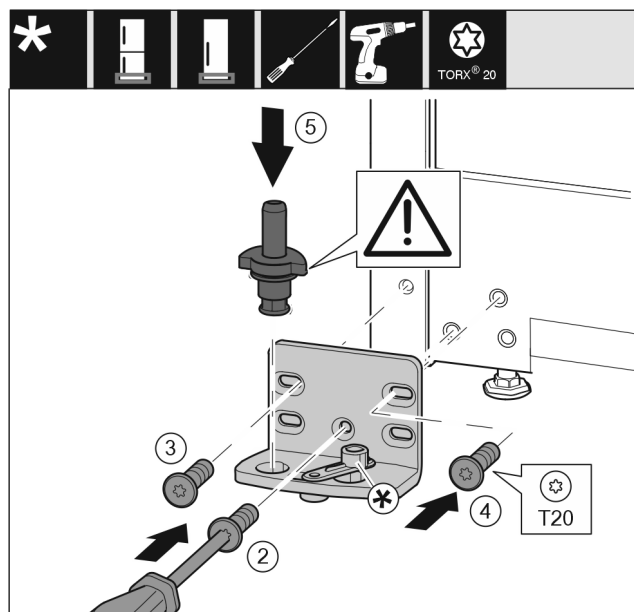

Fig. 16
- Applicare il blocco di supporto sull'altro lato e avvitare con un cacciavite T20. Iniziare dalla vite 2 in basso al centro. Fig. 16 (2)
- Serrare la vite 3 e 4. Fig. 16 (3,4)
- Inserire completamente il perno di supporto. Fare attenzione che la camma di arresto sia rivolta verso il lato posteriore. Fig. 16 (5)